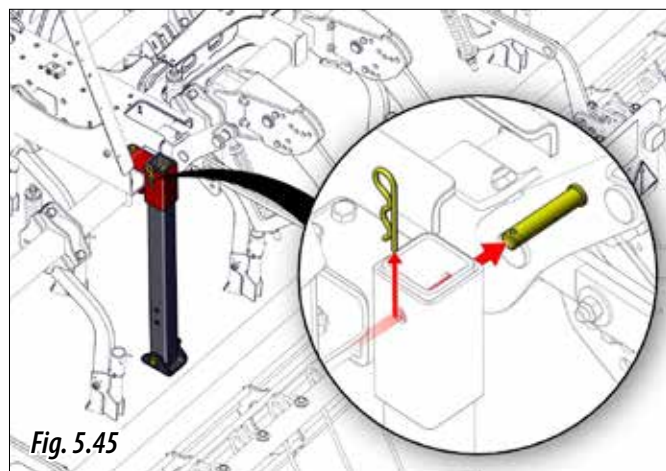

Fig. 5.45
**1-** Scoateți agrafa și bolțul (Fig. 5.45) pentru a elibera piciorul.